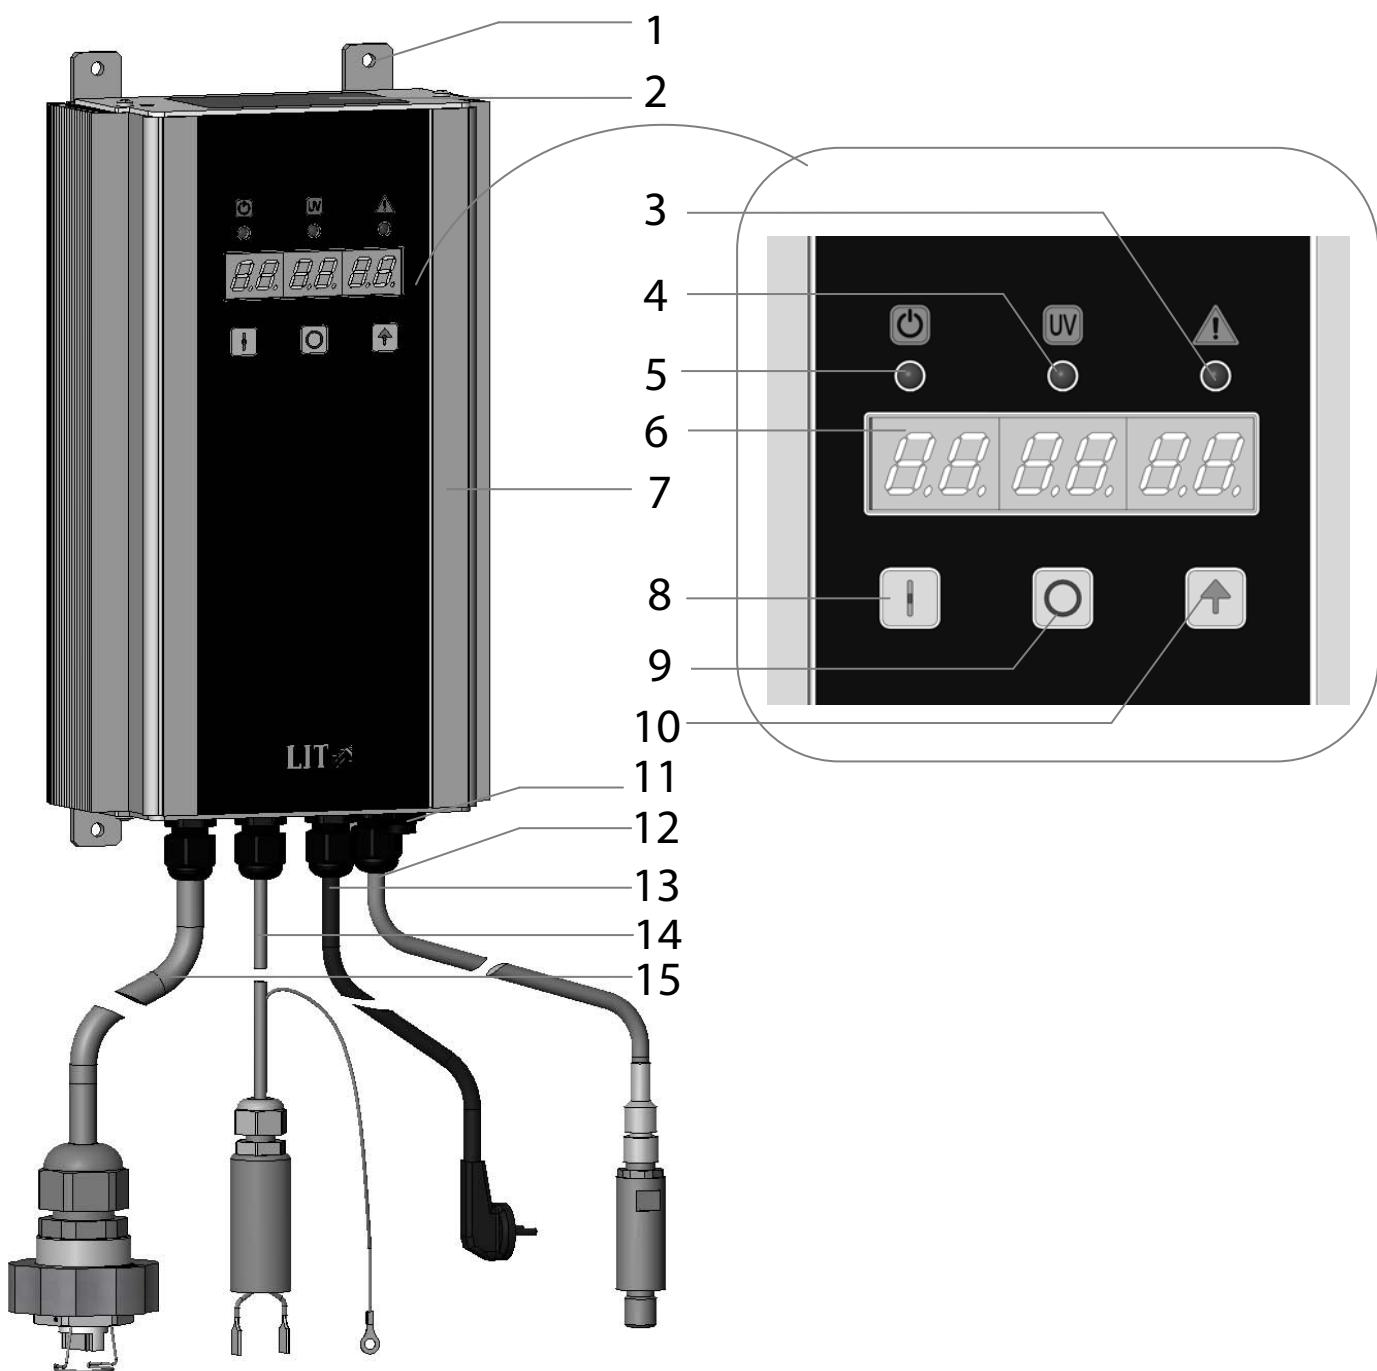

Рисунок 3. Пульт управления
- ПУЛЬТ УПРАВЛЕНИЯ (см. Рисунок 3) предназначен для управления установкой и контроля за её работой, а также для размещения электронного пускорегулирующего аппарата (ЭПРА).
Пульт управления обеспечивает выключение УФ лампы при обнаружении аварийных состояний с отображением на дисплее 6 (см.Рисунок 3) кода ошибки, при этом светится или мигает индикатор . В таблице 3 представлены сообщения об ошибках, вероятные причины и методы их устранения. Ошибки с кодами «E» и «F» сбрасываются только отключением питания пульта управления. При других ошибках пульт управления можно выключить нажатием кнопки или повторно перезапустить нажатием кнопки .
Пульт управления имеет возможность дистанционной блокировки работы лампы с отображением на дисплее (поз. 6 см. Рисунок 3) сообщения «  ». Допускается использование контакта реле или электронного ключа с падением напряжения не более 2В при токе 5mA. Если во время работы произойдет размыкание цепи дистанционного выключения, лампа выключится, световой индикатор  (см. Рисунок 3) погаснет, а на дисплее отобразится надпись «  ». При замыкании цепи пульт управления, если до этого он был включен вручную, автоматически перейдет в режим предварительного прогрева и далее работы лампы.
Пульт управления имеет встроенный счетчик времени наработки лампы в часах. При наработке более 12000 часов дисплей 6 (см. Рисунок 3) мигает, последовательно отображая текущую интенсивность  $\text{U}$  XX.X и время наработки  $\text{H} 12345$ . Точность подсчета времени  $\pm 3\%$ . После замены УФ лампы на новую счетчик наработки нужно обнулить (во время работы УФ лампы).